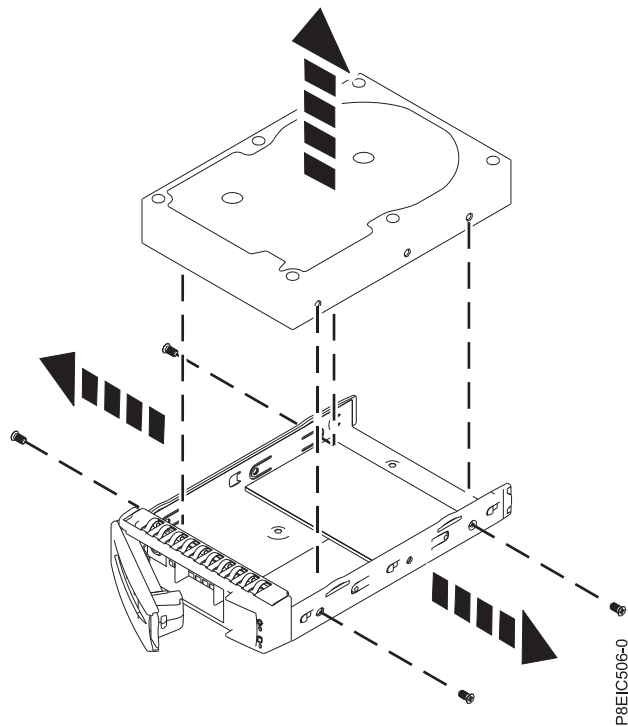

Figure 57. Retrait de l'unité 3,5 pouces du tiroir
- Pour une unité 3,5 pouces, dévissez l'unité à partir de chaque côté du tiroir en retirant les quatre vis (2 de chaque côté), comme illustré dans la figure 57, à la page 90.